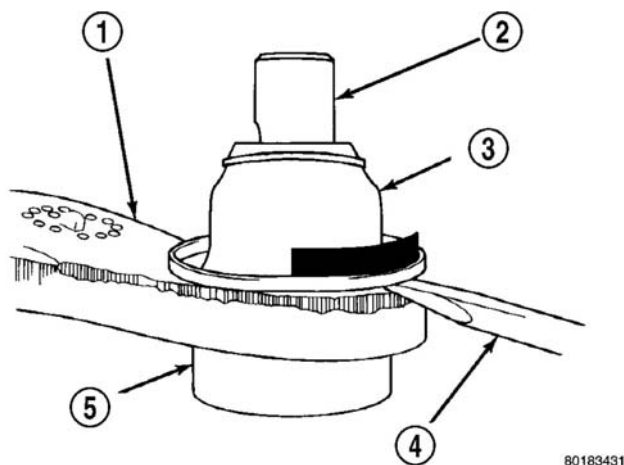

图 17 球头密封套的拆卸（典型）
(1) 从车上卸下转向节。（参见 2—悬架系统 / 前 / 转向节—拆卸）
(2) 使用螺丝刀或其它合适的工具，从球头处撬下密封套。（图 17）。